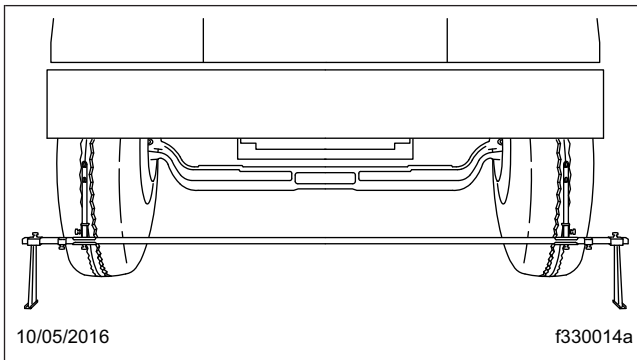

Figura 7, Cómo colocar el compás de varas
7. Coloque un compás de varas en la parte delantera de los neumáticos (vea la **Figura 7**) y ajuste el extremo de la escala para que las puntas indicadoras se alineen con las líneas trazadas. Vea la **Figura 8**.